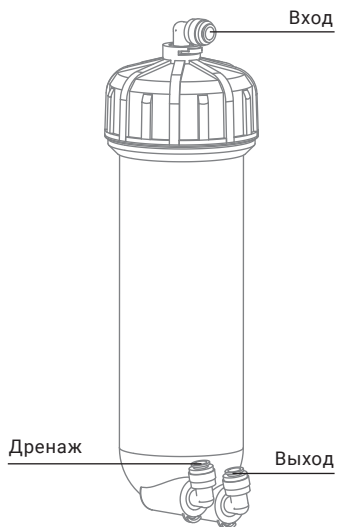

Рис. 16
6. Подключите пластиковые трубки к корпусу мембраны (см. раздел «Присоединение гибких трубок»), соблюдая последовательность их подключения к корпусу (вход/выход/дренаж) (рис. 16). Каждую стопорную клипсу зафиксируйте на цанге, с которой она была снята. Проверьте все соединения на герметичность.